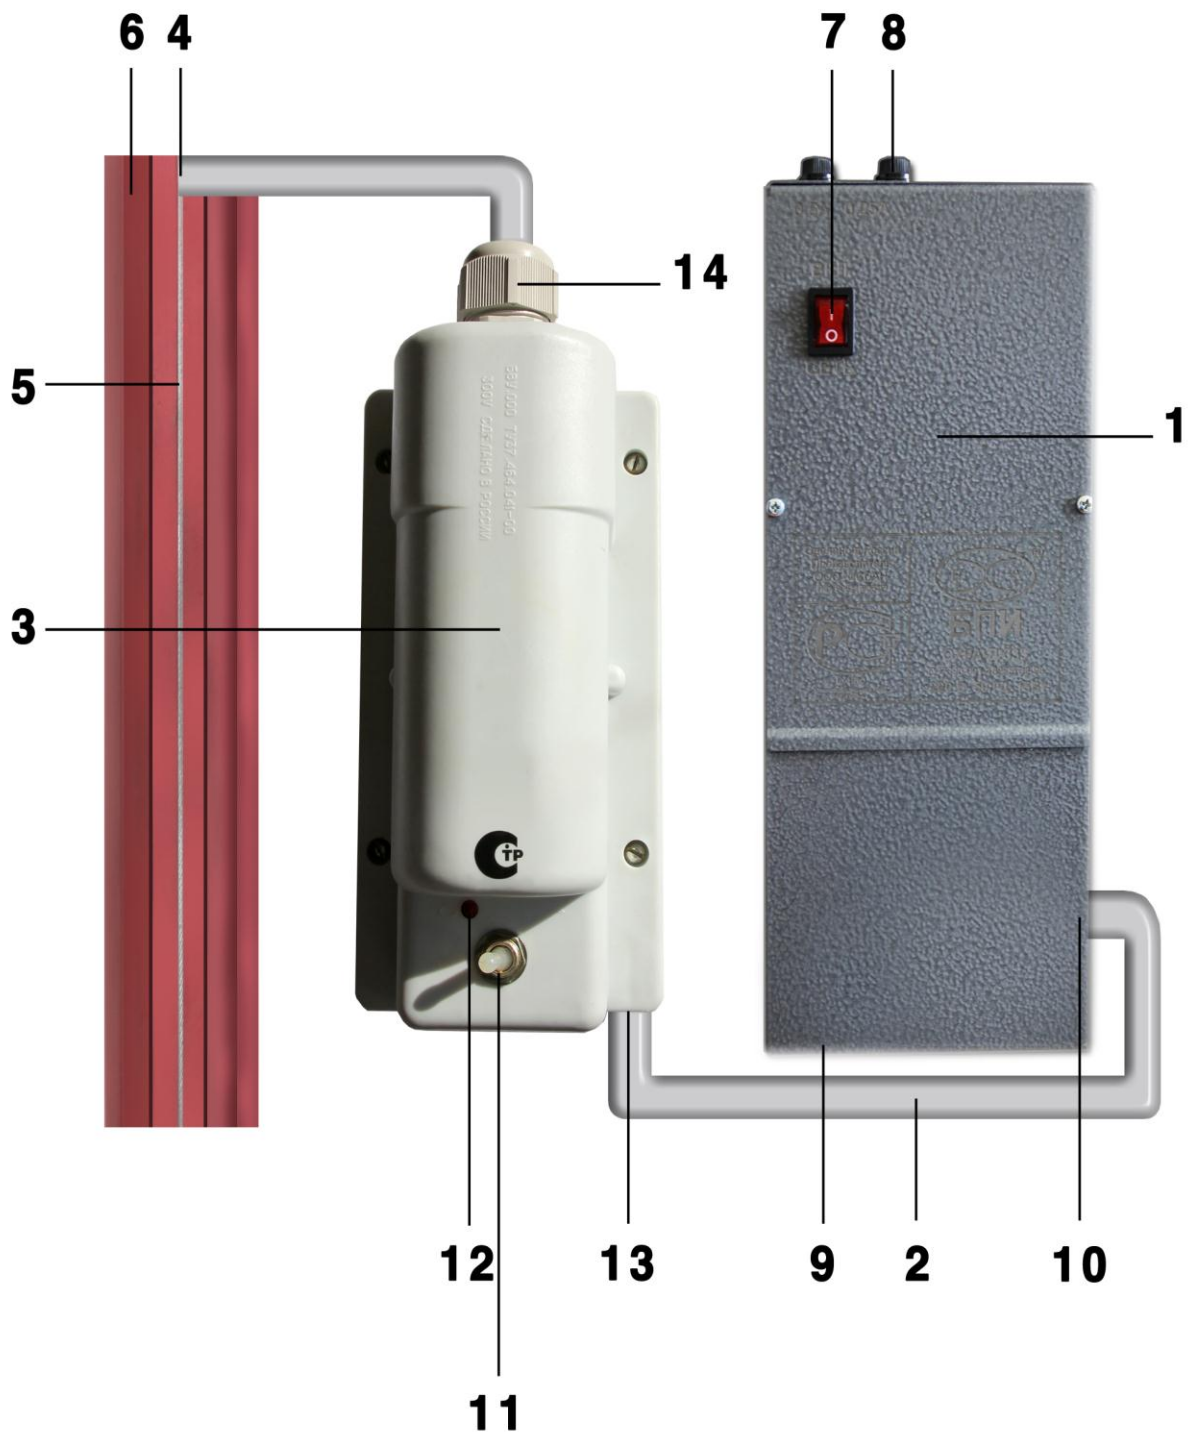

Рис. 1
1.3.1. В состав Изделия (рис. 1) входит следующее: БПИ – блок преобразователя импульсный (1), соединенный электрически двухпроводными линиями питания (2) с блоками (3) высоковольтных усилителей (БВУ). Высоковольтные выводы БВУ (14) соединены электрически однопроводными линиями питания (4) с токопроводящими линейными электродами (5), встроенными в гребень барьера (6) электризуемого (БЭ). Изоляционные свойства однопроводных линий питания (4) усилены за счет размещения их в трубах из диэлектрического материала.